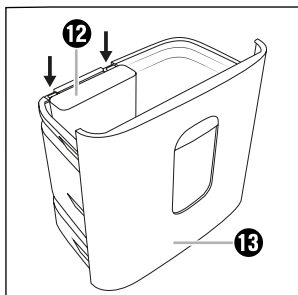

Fig. 3
- ◆ Montare il contenitore di raccolta piccolo **12** nel contenitore di raccolta grande **13** (vedi Fig. 3).